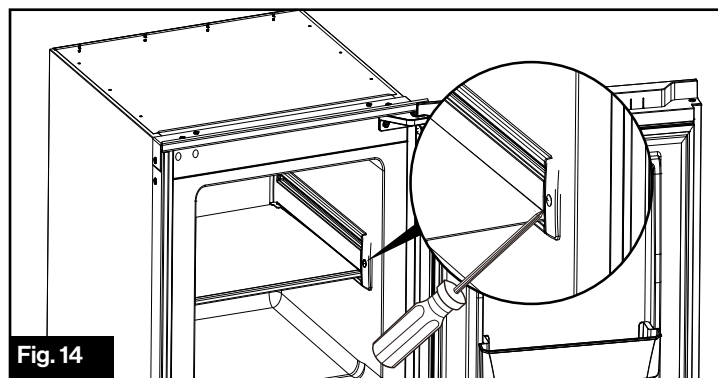

Fig. 14
3. Desserrez la vis de fixation à l'aide d'un tournevis cruciforme. (Fig. 14)